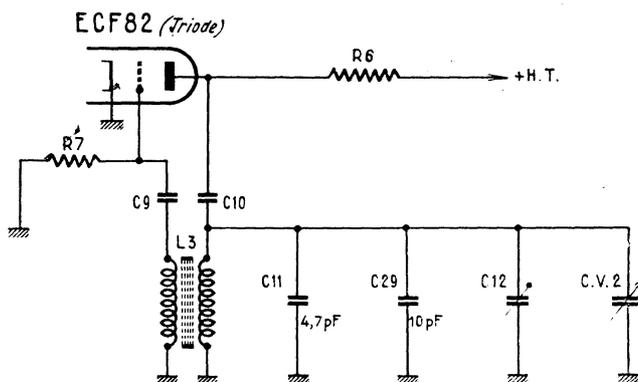

Fig. 2. — Structure réelle de l'oscillateur, le condensateur  $C_{11}$  étant à coefficient de température négatif.
6. — Le schéma réel du circuit d'anode de l'oscillateur est celui de la figure 2, où le condensateur  $C_{11}$  est à coefficient négatif de température ;